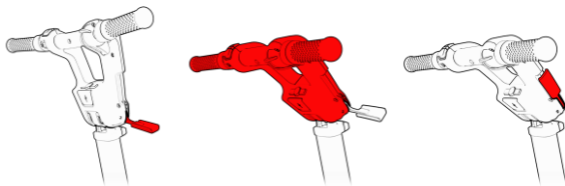

Figure 23 Driving Console tilt adjustment
1. Halten Sie die Fahrkonsole in einer Hand und lösen Sie den Einstellhebel mit der anderen Hand (siehe Abbildung 23, Schritt 1).
2. Stellen Sie den Winkel der Fahrkonsole so ein, dass Sie sie bequem erreichen und halten können, mit einer freien Sicht auf den Anzeigebereich (siehe Abbildung 23, Schritt 2).
3. Ziehen Sie den Einstellhebel fest, wenn Sie mit dem Winkel zufrieden sind (siehe Abbildung 23, Schritt 3).